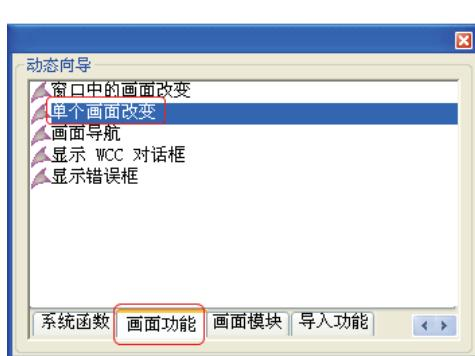

图 5-30 “动态向导”对话框
- 2) 打开画面 A，拖入按钮，将按钮的文本属性改为“切换到 B”，选中此按钮，再选中“画面功能”选项卡，单击“单个画面改变”选项，如图 5-30 所示。